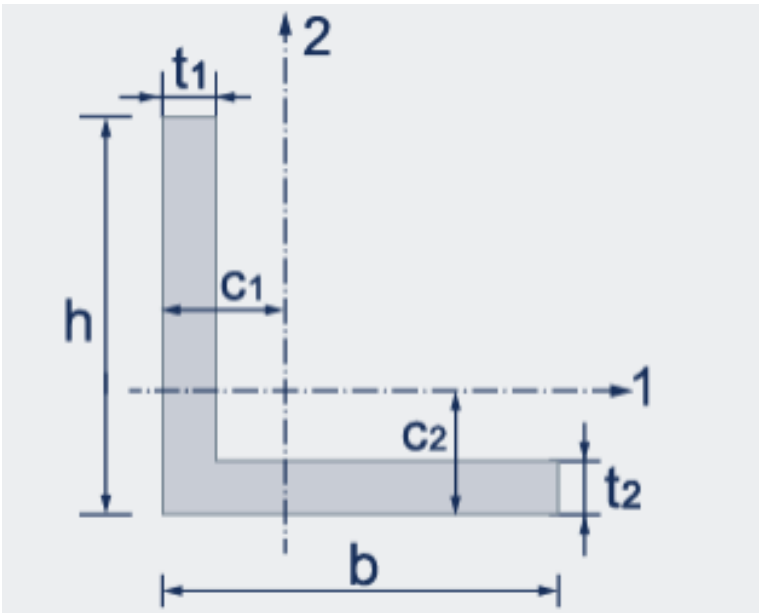

图 2 抱杆钢材截面
- 6) 选中左侧模型树中的草图 2, 然后选择【三维建模】>【生成线】, 生成【Wire2】。